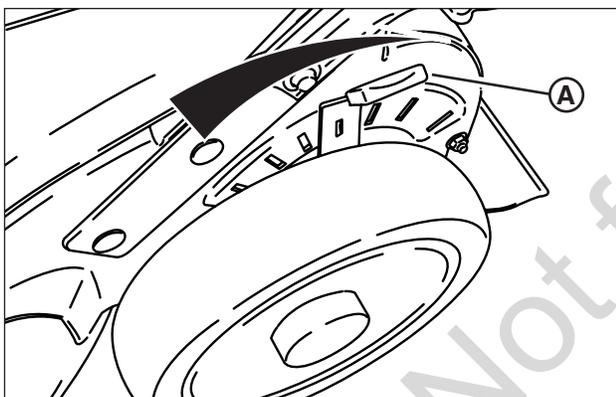

Figure 7: Réglage de hauteur de coupe
1. Tirez le levier de réglage de hauteur de coupe (**A**, **Figure 7**) vers l'extérieur et déplacez-le jusqu'à la hauteur de coupe voulue.